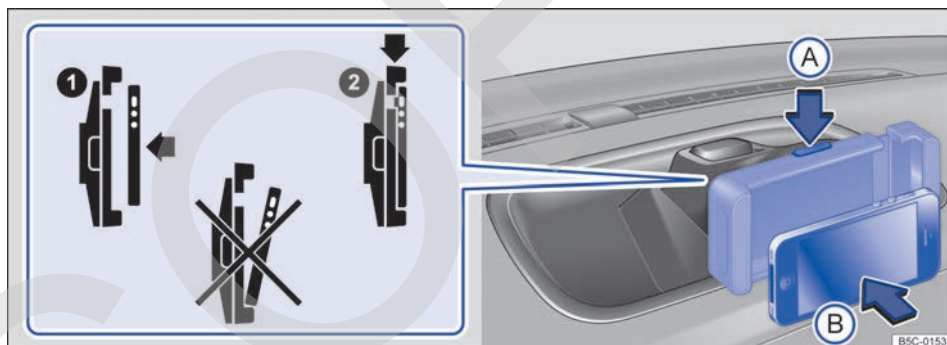

Fig. 152 En la consola central: montaje del iPhone.
- Mientras presiona la tecla de desbloqueo → fig. 152 (flecha ) , coloque el iPhone recto en el alojamiento (flecha ) → .
- Con la otra mano presione la tecla de desbloqueo → fig. 152 (flecha ) hasta que el dispositivo se pueda sacar del alojamiento.
- Coloque siempre el iPhone recto en el soporte portátil → fig. 152. Si se coloca el iPhone inclinado, las conexiones eléctricas del iPhone y el soporte portátil para iPhone podrían resultar dañados.